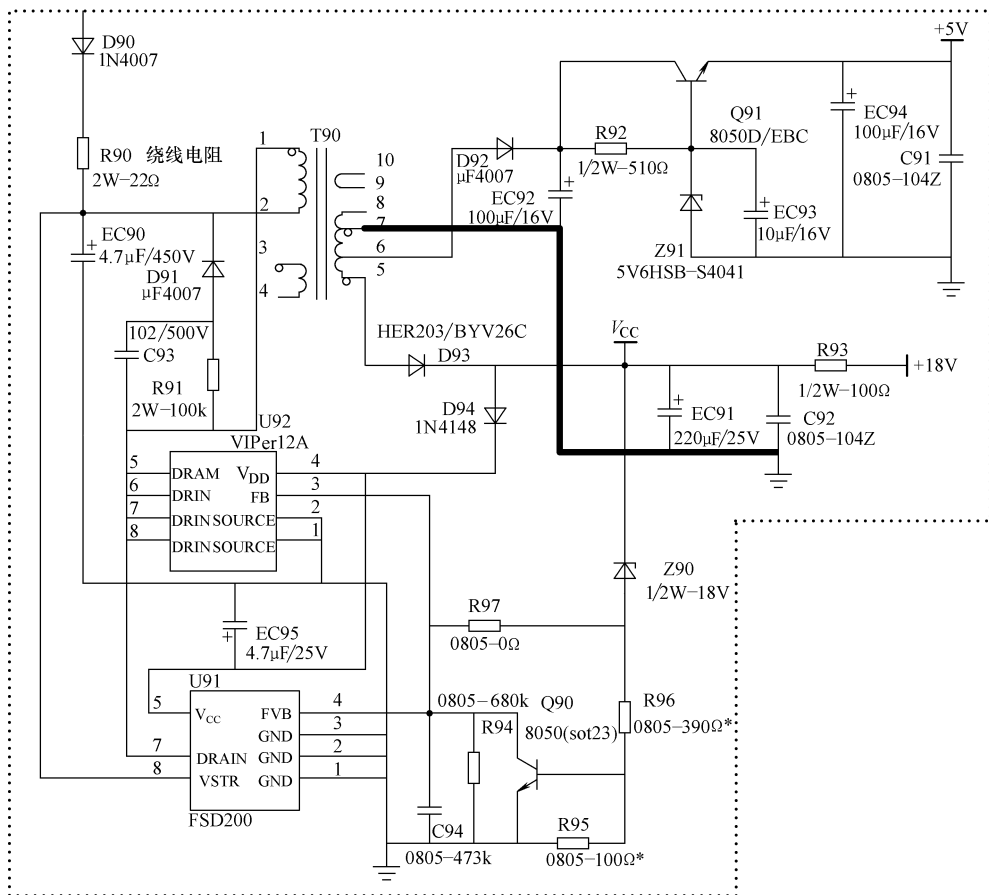

图 4-127 U91、R90 相关电路截图
维修笔记 该机主板为拓邦板。若 U91 芯片损坏，购买不到则可采用以下代换方法：先拆除 Q90、C94、U91，再在 U92 上焊上⑧引脚 VIPer12A 电源芯片，然后在 D94 位置焊上开关二极管 1N4148，将 ZD90（15V）换成 18V 稳压二极管，最后用导线将 R97 直接连接即可。U91、R90 相关电路截图如图 4-127 所示。